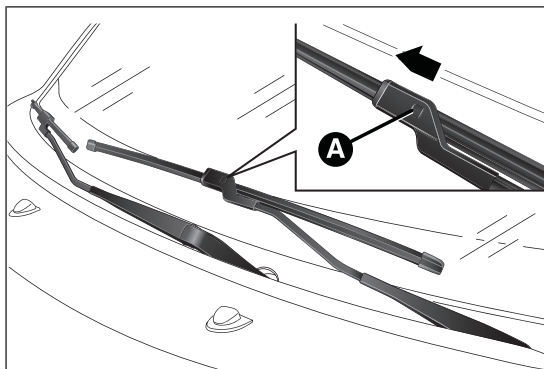

fig. 221
- soulever le bras de l'essuie-glace, appuyer sur la languette A fig. 221 du ressort de fixation et extraire le balai hors du bras ;